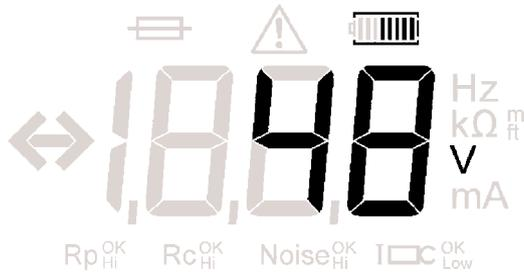

Abbildung 3: Messwert der Rauschspannung
3. Der Messwert der Rauschspannung wird auf dem LCD-Display angezeigt, wie in Abbildung 3 zu sehen ist.